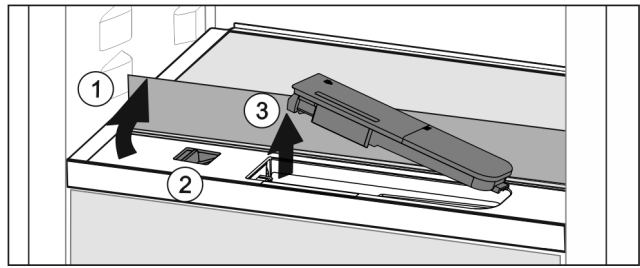

Fig. 104
- ▶ Повдигнете стъклената плоча и я завъртете до ограничителя назад Fig. 104 (1).
- ▶ Преместете плъзгача Fig. 104 (2) наляво.
- ▶ Извадете резервоара за вода Fig. 104 (3).